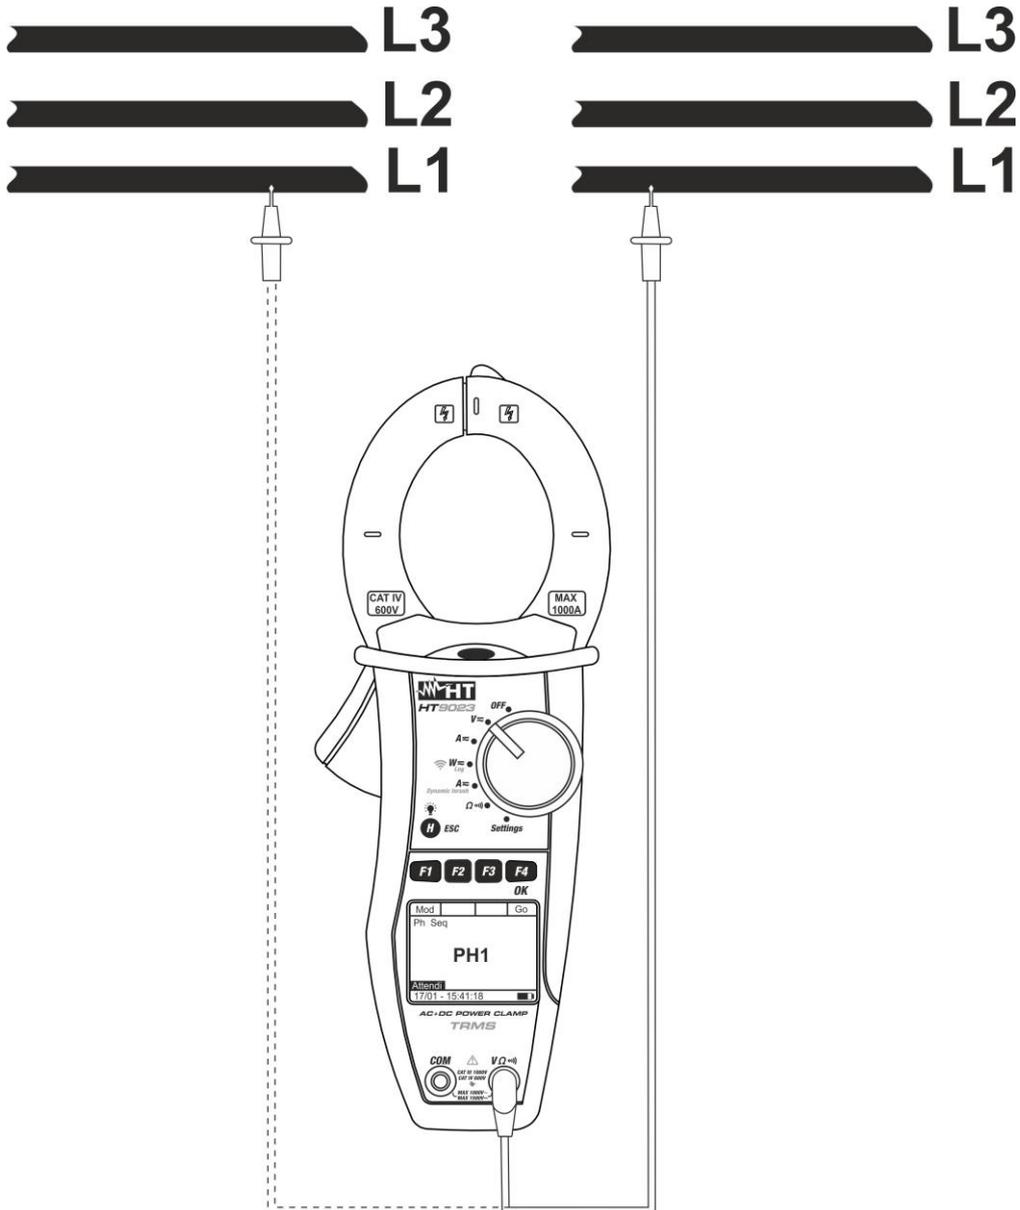

Fig. 8: Verifica della concordanza delle fasi
- Inserire il cavo rosso nel terminale di ingresso **VΩ**) e posizionare il puntale **sulla fase L1 della prima terna trifase** del circuito in esame (vedere Fig. 8)
- Lo strumento mostra il messaggio **“PH2”** e attende il rilevamento della fase L1 della seconda terna trifase. Collegare il puntale rosso **alla fase L1 della seconda terna trifase** (vedere Fig. 8)